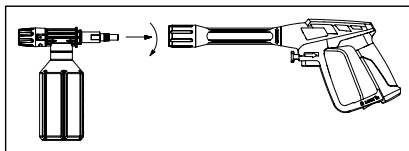

Abb. 3
4. Stecken Sie in die Hochdruckpistole ein. Abb. 3.